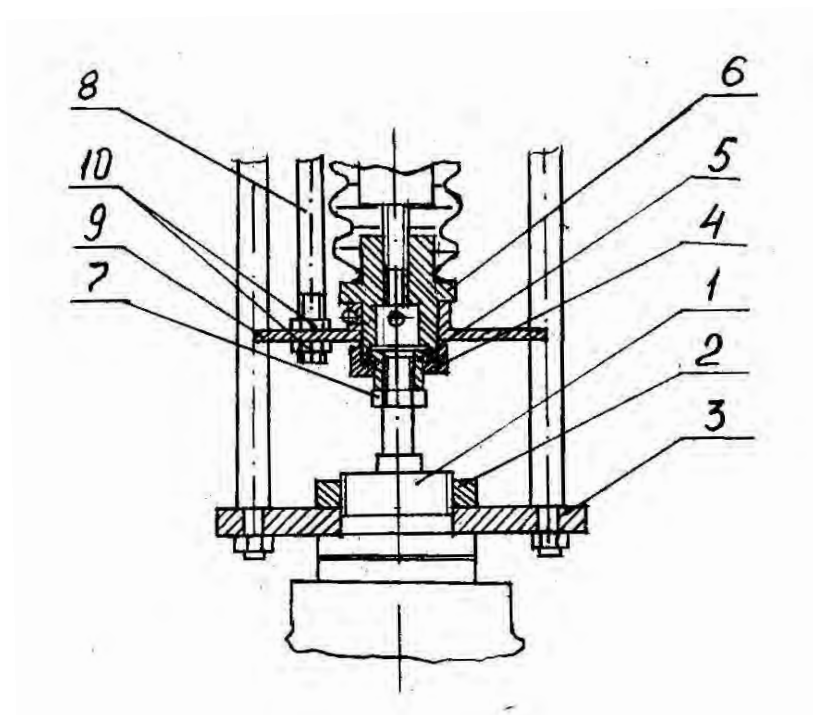

Рисунок 2
7.3 Последовательность присоединения к клапану (см. рисунок 2).